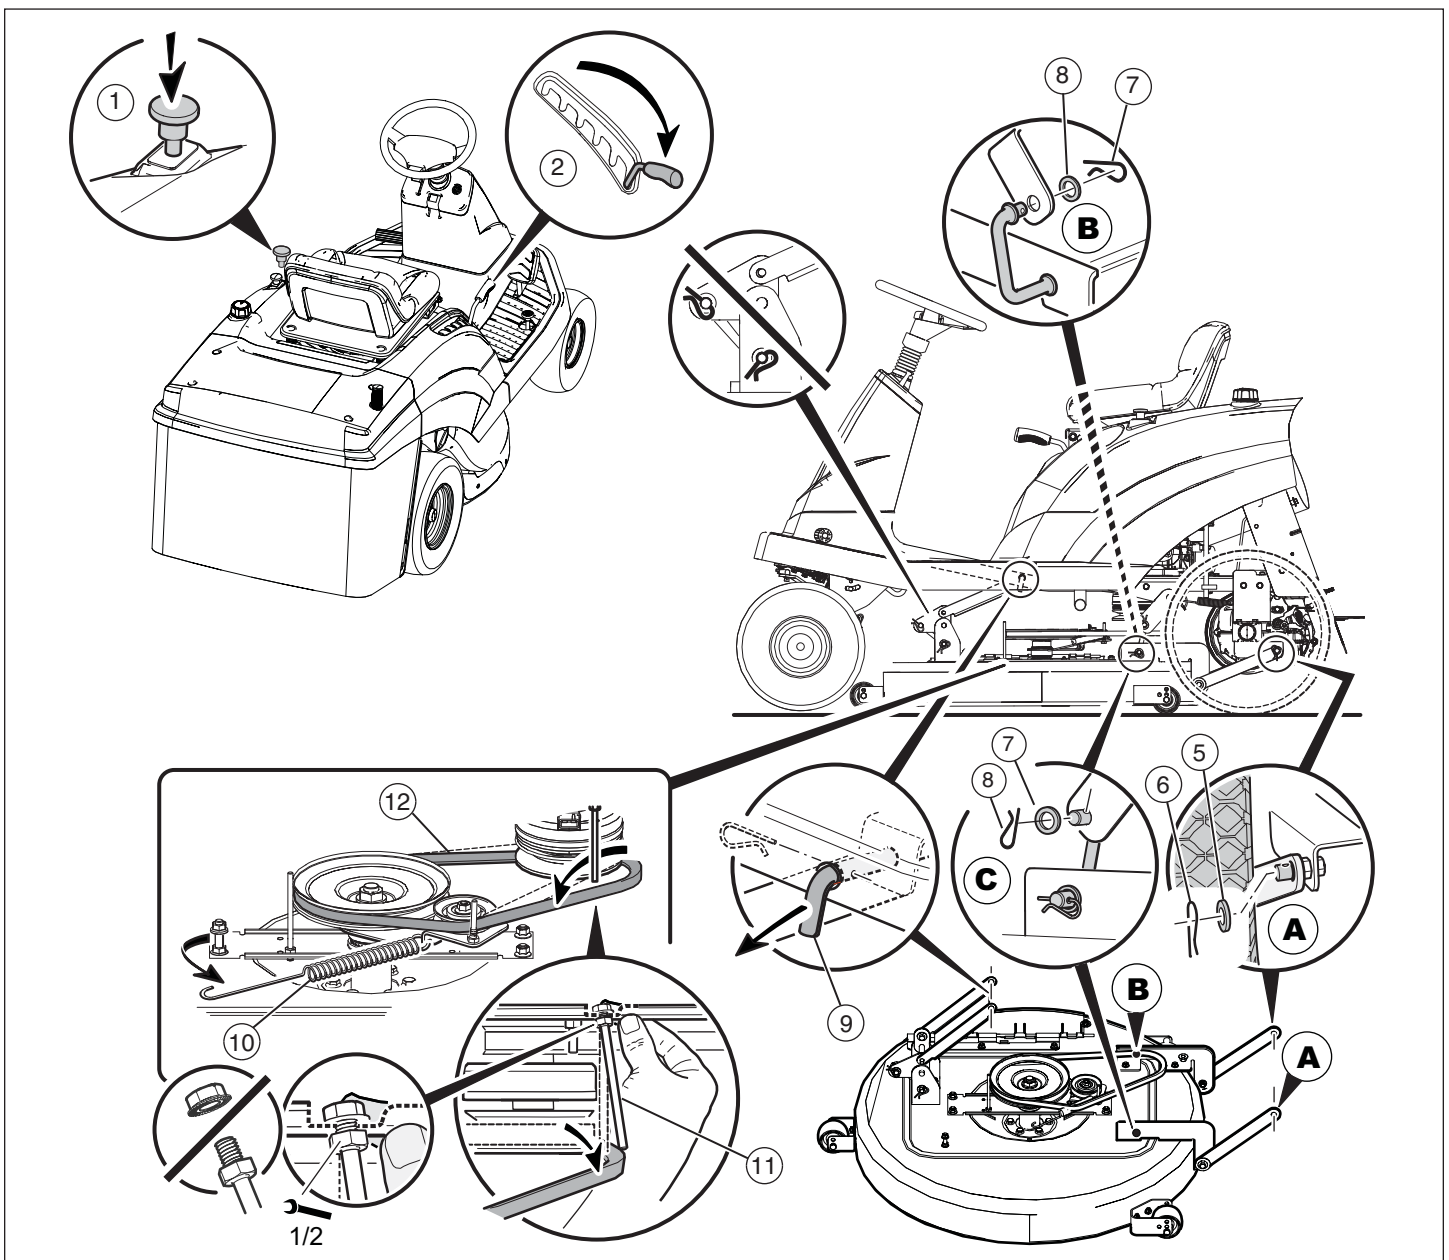

Figura 35
1. Mueva el control de rotación de la cuchilla (1) a la posición de DESENGANCHE (consulte la **Figura 35**).
2. Mueva la palanca elevadora (2) a la posición de corte bajo.
3. Retire las horquillas (5) y las arandelas (6) de los brazos de suspensión traseros (consulte **A** en la **Figura 35**).
4. Retire las horquillas (7) y las arandelas (8) de los brazos de suspensión (consulte **B** y **C** en la **Figura 35**).
5. Desconecte el colgante delantero (9) del soporte de la estructura.
6. Desconecte el resorte de extensión (10) del poste de la plataforma del cortacésped.
7. Suelte la guía de la correa (11) de la polea de apilamiento.
8. Retire la correa de transmisión del cortacésped (12) de la polea del motor.